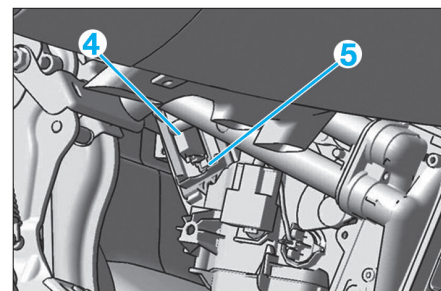

Fig. 16
- Débrancher le connecteur (4) (Fig.16), puis décliper la résistance (5).